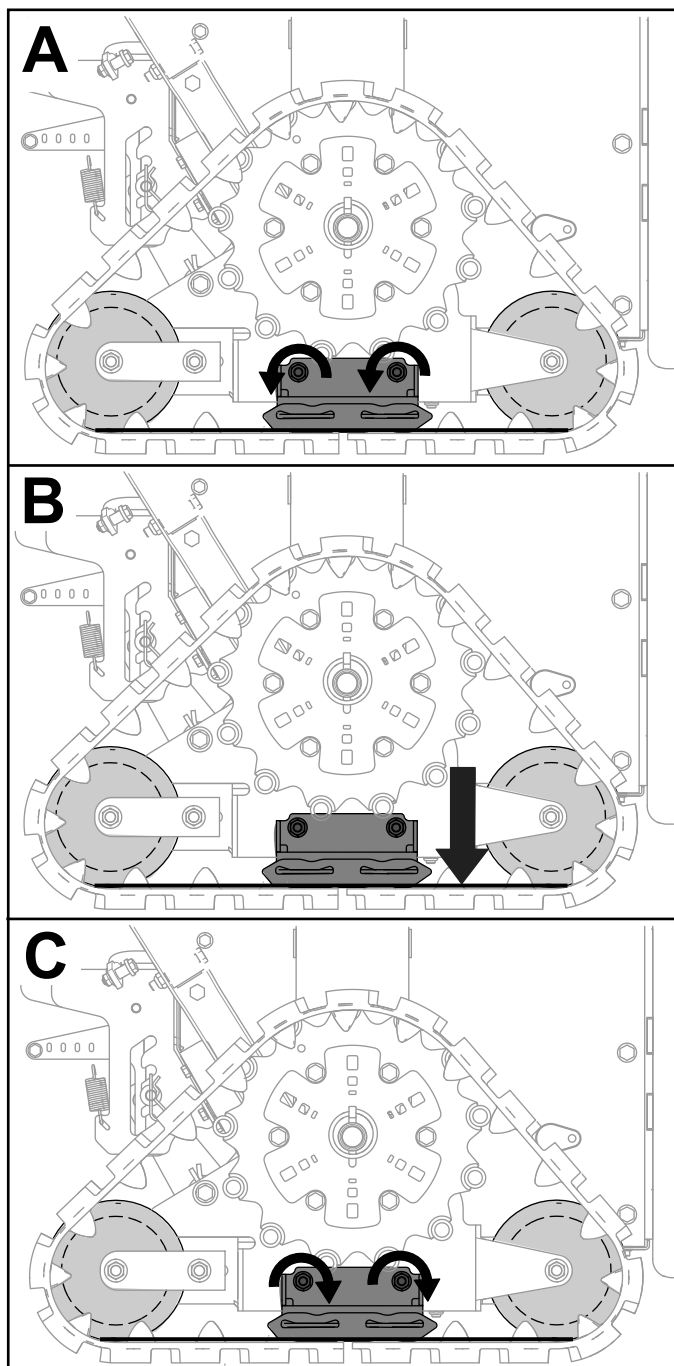

Bild 24
2. Lösen Sie die Gleitkufenschrauben (A in Bild 24).
3. Senken Sie die Gleitkufen so ab, dass sie die vorderen und hinteren Laufräder tangieren (B in Bild 24).
4. Ziehen Sie die Gleitkufenschrauben fest (C in Bild 24).